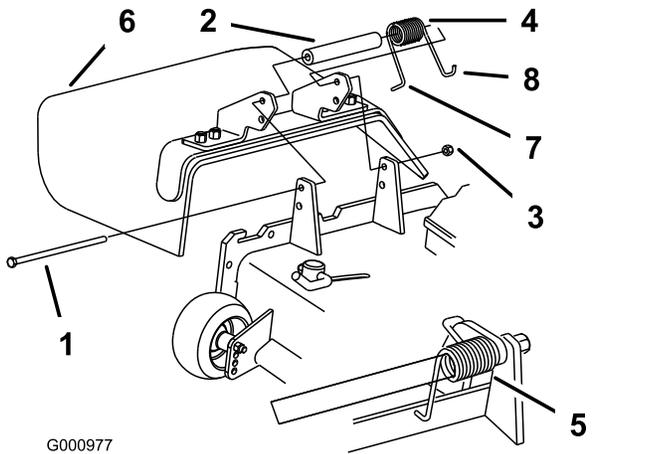

Bild 28
2. Entfernen Sie die Sicherungsmutter, Schraube, Feder und das Distanzstück, mit denen das Ablenkblech an den Drehhalterungen befestigt ist (Bild 28). Entfernen Sie defekte oder abgenutzte Ablenkbleche.
Hinweis: Stellen Sie sicher, dass sich das L-Ende der Feder hinter der Mähwerkseite befindet, bevor Sie die Schraube einsetzen, wie in Bild 28 dargestellt.
4. Setzen Sie die Schraube und Mutter ein. Führen Sie das J-förmige Hakenende der Feder um das Ablenkblech (Bild 28).